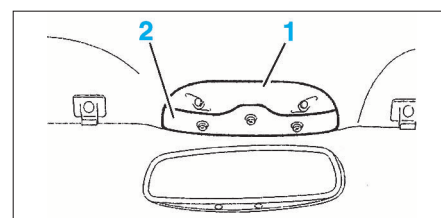

FIG. 37
- Déclipper les écrans (1) et (2) de la console de pavillon (Fig.37).